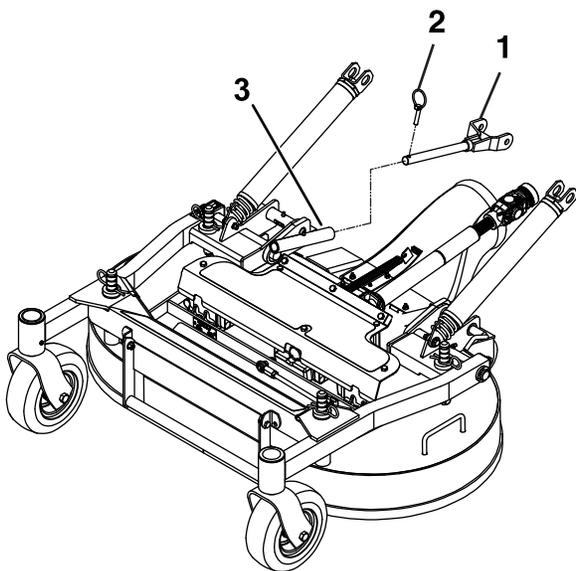

Figura 78
7. Retire los pasadores de seguridad en la parte delantera de los brazos de empuje en ambos lados de la máquina (Figura 78).
7. Fije los brazos de presión con los pasadores de seguridad a la izquierda y a la derecha de la máquina (Figura 78).